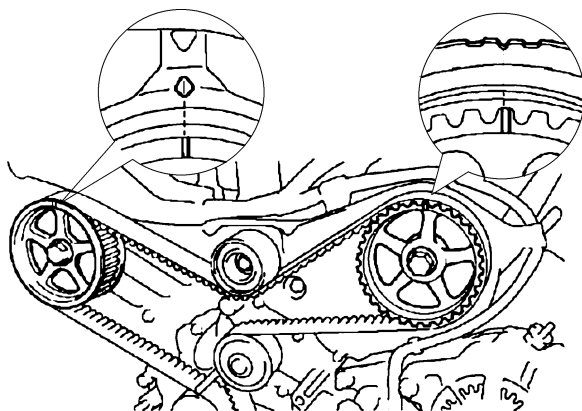
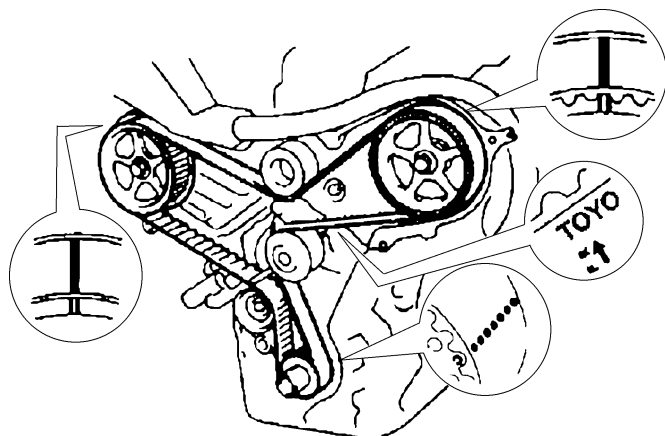

图 24-10 凸轮轴带轮上的正时标记与 3 号正时带罩上的标记对齐
图 24-11 检查正时带上的 3 个安装标记
③ 按照图 24-10 所示, 检查凸轮轴带轮上的正时标记是否与3号正时带罩上的标记对齐, 如果没有对齐, 将曲轴转动1周。
④ 拆下曲轴带轮螺栓。
⑤ 如果不换用新正时带而继续使用旧的正时带, 则要按照图 24-11 所示, 检查正时带上的3个安装标记是否齐全。